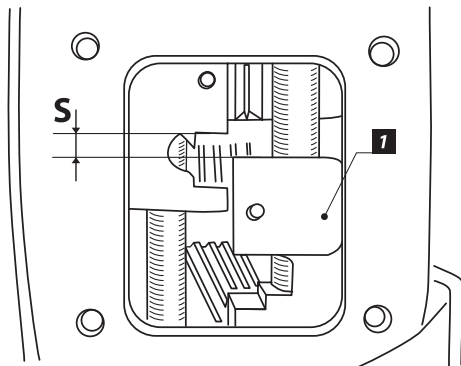

Рис. 14
3. Проверьте величину **S**, она должна составлять минимум 4 мм (если меньше, то доработайте торец вилки **Рис. 14**).